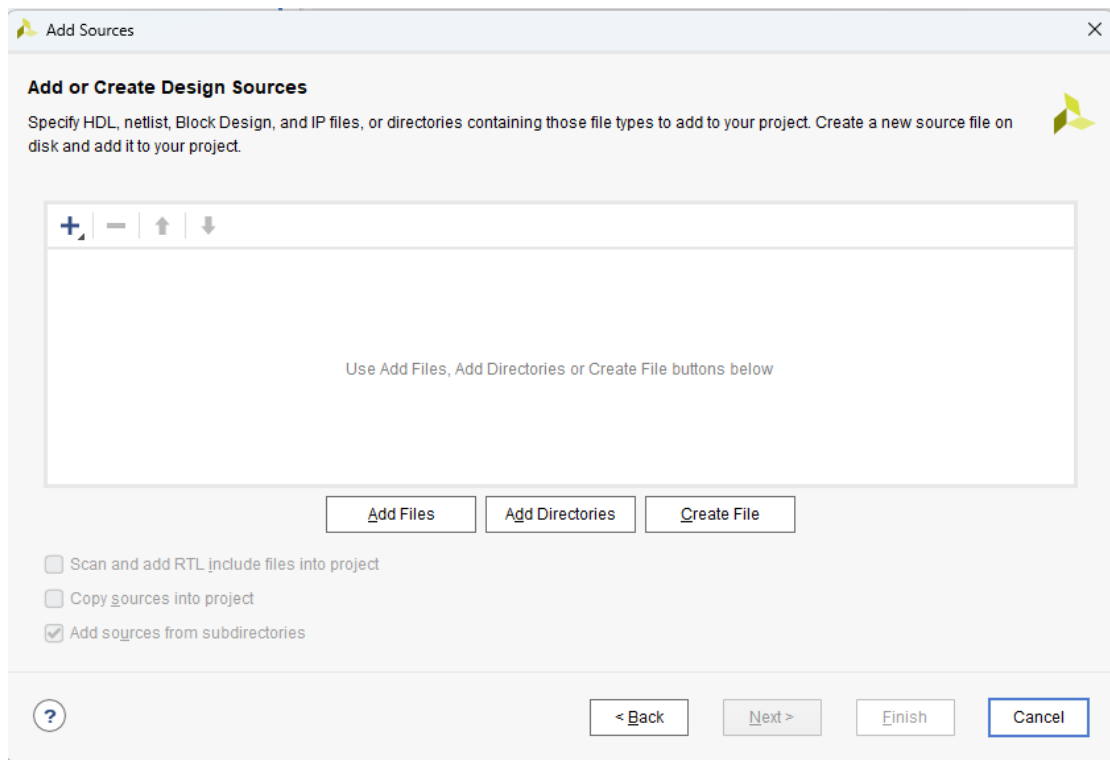
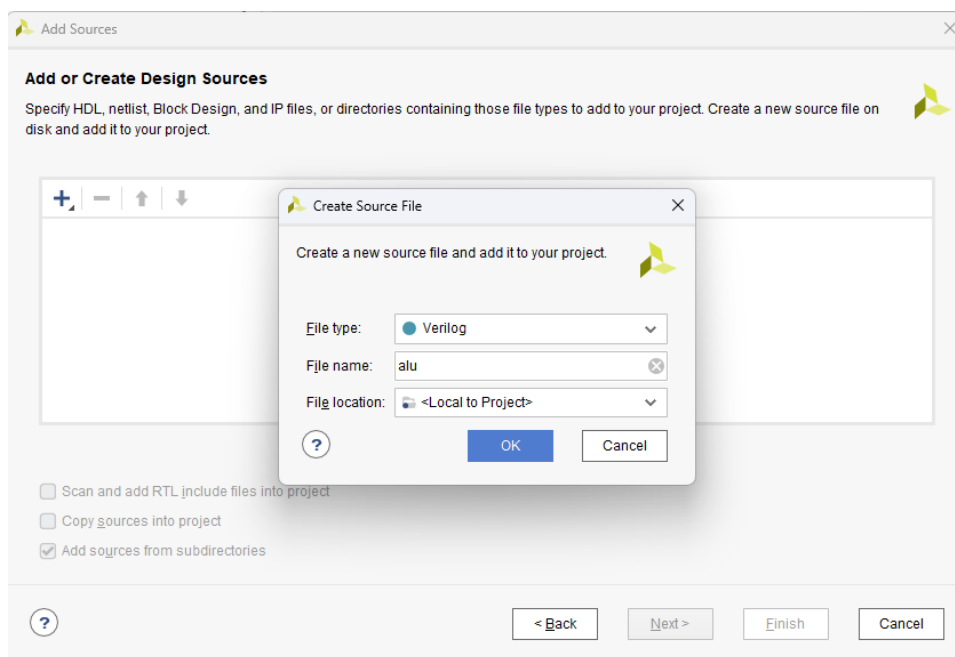

图 3.4.3 Create File 界面
图 3.4.4 Create alu source file
(2) 点击“Create File”（图 3.4.3），file name 命名为“alu”并选择“OK”（图 3.4.4）。然后选择 Finish，创建文件结束。